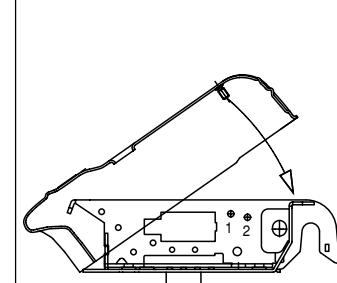

fig. 11
Подсоединить кабели питания к зажимной коробке катушки, пропуская их под контактные пластины, затем закрепить винты (рис. 11).
**Примечание:** Если по требованиям установки возникнет необходимость, чтобы кабель вышел со стороны противоположной катушке, тогда следует пропустить кабель с задней части замка, а не прямо над рамой замка (рис. 11).